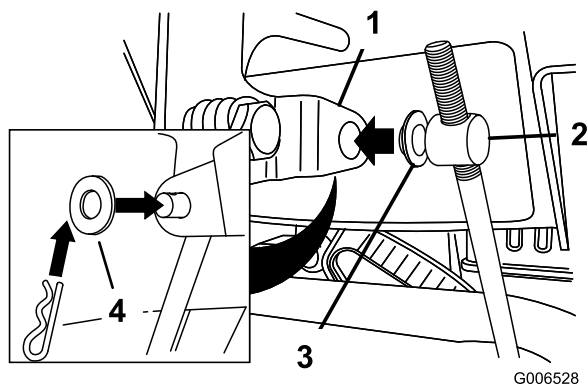

Figura 5
3. Posizionate una rondella piana sul barilotto (Figura 5).
6. Sollevare l'asta di comando della velocità ed inserire il barilotto nel foro della leva di selezione della velocità (Figura 5).
- B. Scollegate il barilotto dalla leva del selettore della velocità (Figura 5).
- C. Alzate il barilotto sull'asta di controllo della velocità (senso antiorario) (Figura 5).
- D. Collegate il barilotto alla leva del selettore della velocità (Figura 5).
- C. Abbassate il barilotto sull'asta di controllo della velocità (senso orario) (Figura 5).